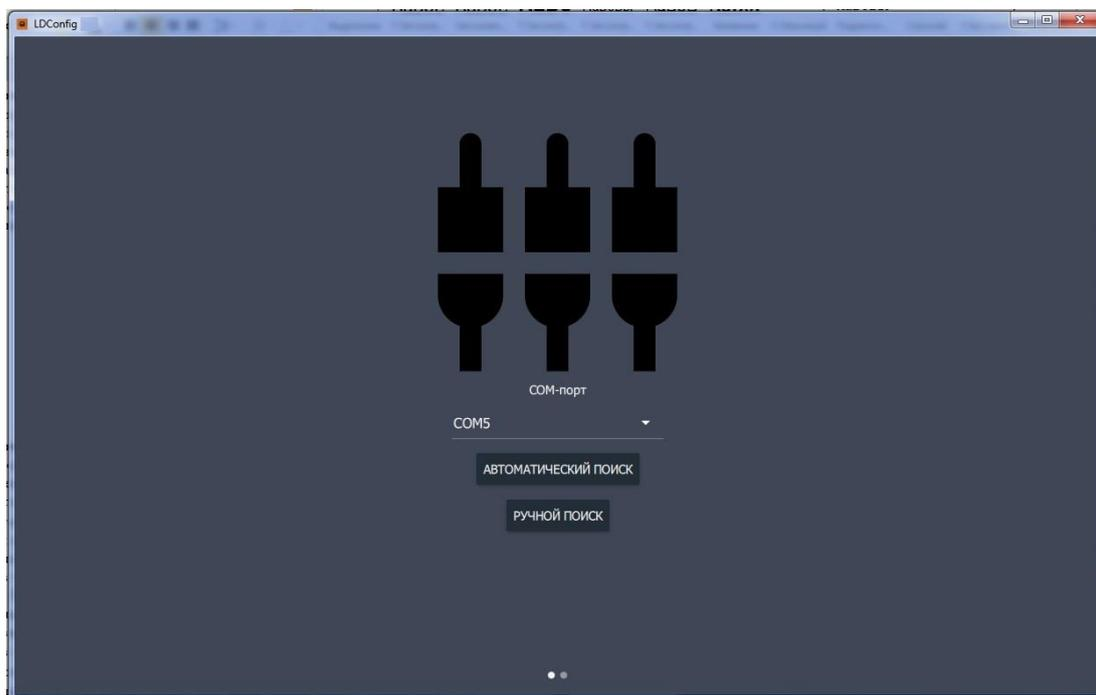

Рисунок 6.
- в конфигураторе «LDConfig» выберите COM-порт, к которому подключен датчик (Рис.6). Посмотреть порт устройства можно в «Диспетчере устройств системы»;
- В конфигураторе «LDConfig» выберите COM-порт к которому подключен датчик (Рис.6). Посмотреть порт устройства можно в «Диспетчере устройств системы»;